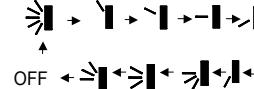

Рис. 7.7.1
7.5.2.1 Панель индикации (рис. 7.7.1).